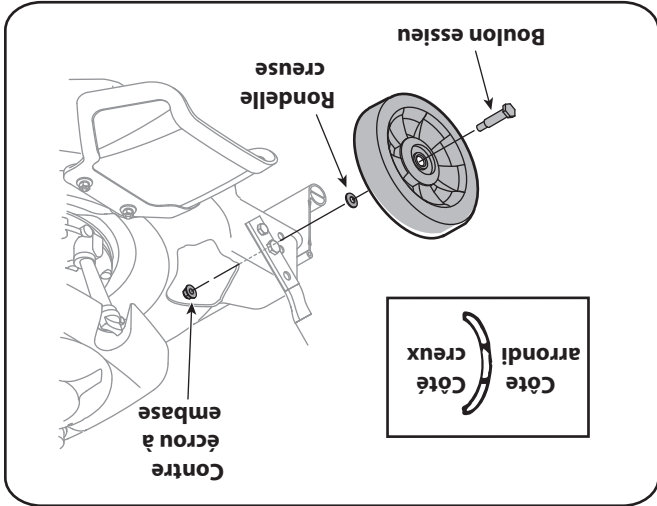

Figure 3-4
- 2. Faites passer le boulon de l'essieu dans la roue, le côté moyen de celle-ci tourné vers le plateau de coupe. Voir la Figure 3-4.
- 3. Placez une rondelle creuse avec côté creux vers le plateau, loin de la roue. Voir la Figure 3-4.